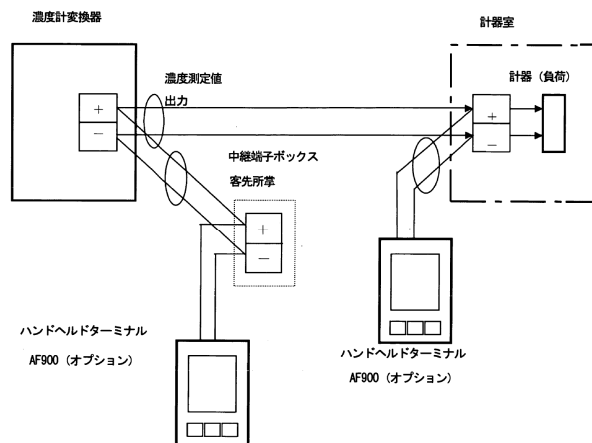

図 11 外部接続図
マイクロ波濃度計 LQ600 形用では、通信用ハンドヘルドターミナル AF900 やコンフィグレータ BF100 のケーブル端子を 4~20mA DC の濃度測定値出力線間に接続することによって、遠隔から各種の操作ができます(図 11 参照)。次の事項に注意して利用してください。
- (1) 濃度測定値出力の負荷抵抗が $240\Omega \sim 750\Omega$ 、負荷容量が $0.25\mu F$ 以下となるようにしてください。
- (2) ハンドヘルドターミナルのケーブル端子は、4~20mA DC 濃度測定値出力線間であれば、どこでも接続可能です。また、本表示器の外部端子に接続して操作することが可能です。
- (3) 現場で通信機能を利用する場合は、濃度計の近くの保守しやすい場所に図 11 のような通信用の中継ボックスを設けることを推奨します。